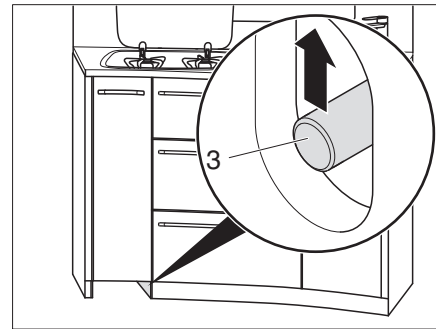

Bild 126 Låsa upp kökslådor
- Skjut skjutstängen (Bild 126,3) uppåt.